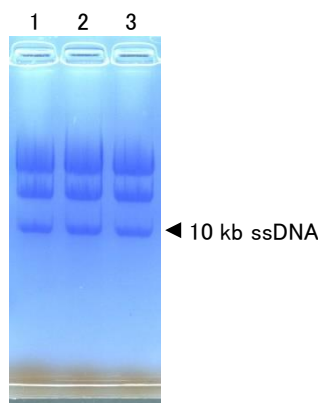

図4 切り出し用アガロースゲル電気泳動
- ssDNAの青色のバンドの移動を確認しながら泳動を行い、十分にバンドが分離できた時点で泳動を止める(図4)。^{*9, *10, *11}